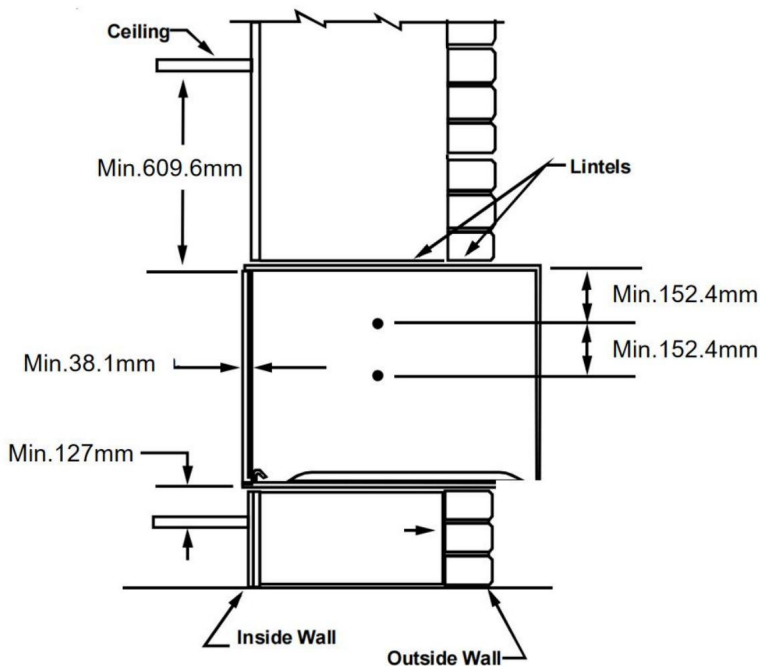

Figura 2
2. Il manicotto a parete deve essere installato con una distanza minima di 127 mm dal pavimento e di 38,1 mm dalle pareti adiacenti. Vedere la Figura 2 per le sporgenze minime del manicotto dentro e fuori dalla stanza.